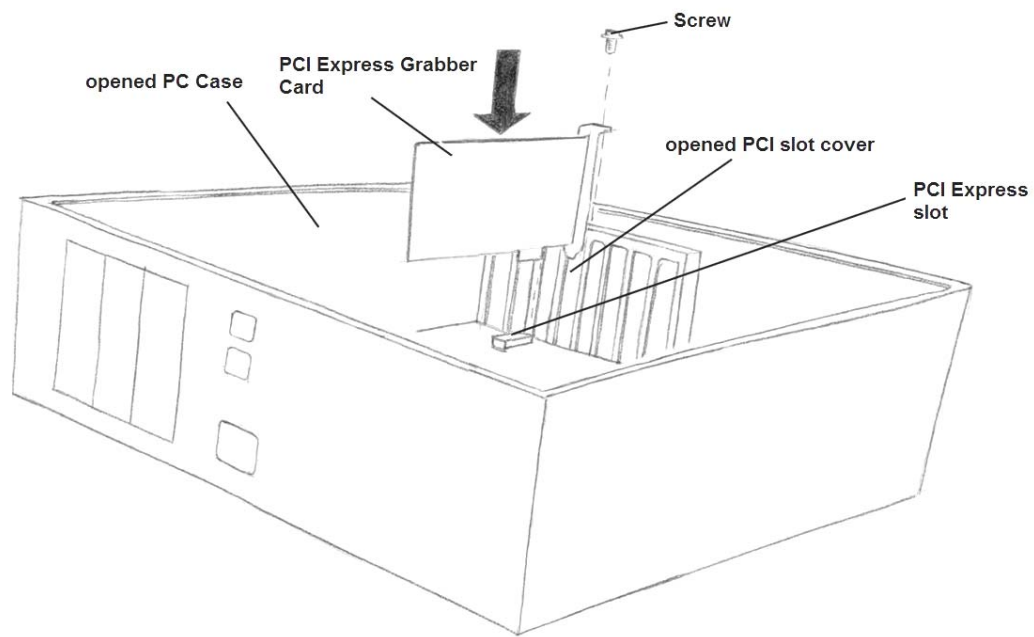

Bild 18: Einsetzen der Karte im PCI-Express-Steckplatz
- Setzen Sie nun den *pciGrabber-4express* wie im Bild 18 dargestellt mit der Anschlussblende nach außen vorsichtig in den Steckplatz ein. Die Karte sollte sicher einrasten.
Aus Stabilitätsgründen und damit die Karte eine sichere Masseverbindung zum Rechnergehäuse bekommt, befestigen Sie die Karte mit einer Schraube am Gehäuse (*siehe* Bild 18).